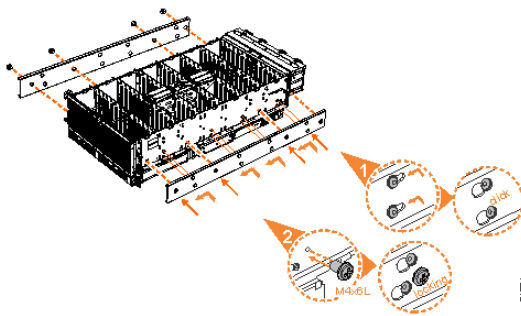

图 57. 将内部导轨部件连接到机柜上
5. 将内部导轨部件安装到扩展机柜的每一侧，如第 52 页的图 57 中所示。